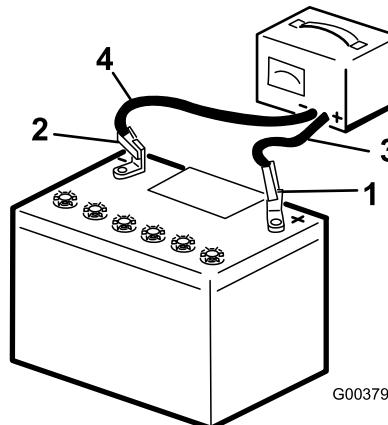

Figura 65
3. Ligue o cabo positivo do carregador da bateria ao polo positivo da bateria (Figura 65).
4. Ligue o cabo negativo do carregador da bateria ao polo negativo da bateria (Figura 65).
6. Quando a bateria estiver totalmente carregada, desligue o carregador da fonte elétrica e em seguida desligue os cabos do carregador dos polos da bateria (Figura 65).